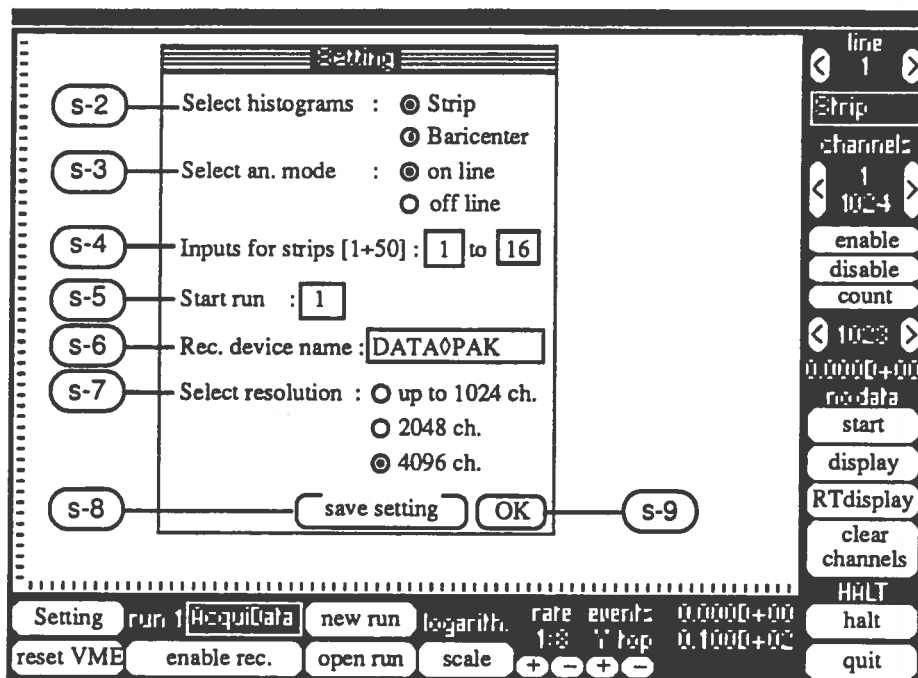

Fig.6 - La finestra setup "Setting".
— Con riferimento alla fig.6 (setting) abbiamo le funzioni che seguono.
- s — 3 Selezione del modo di analisi : on line / off line. Il sistema può acquisire dati dal Front End soltanto nel caso in cui sia selezionato il modo "on line". Nel modo "off line" MultiMac provvede alla costruzione degli spettri elaborando dati elementari contenuti in un file (quindi precedentemente acquisiti). Il nome di tale file è ottenuto concatenando il nome che appare in f — 2 ed il numero di run f — 1 seguito dal carattere "°". Il sistema cercherà il suddetto file sul dispositivo individuato dal nome in s — 6. Per es. nel caso in fig.6 il nome del file sarà **Acquidata 1°** presente sul dispositivo **DATA\PAK**.
- **s — 6** Definizione del nome del dispositivo di memoria di massa per l'immagazzinamento dei dati e degli istogrammi. Il nome di "default" è quello mostrato in fig.6, cioè **DATA $\diamond$ PAK**. E' possibile salvare dati o istogrammi su qualsiasi dispositivo "visto" dal Macintosh (quindi anche hard disk fisso o disco da 3"1/4).